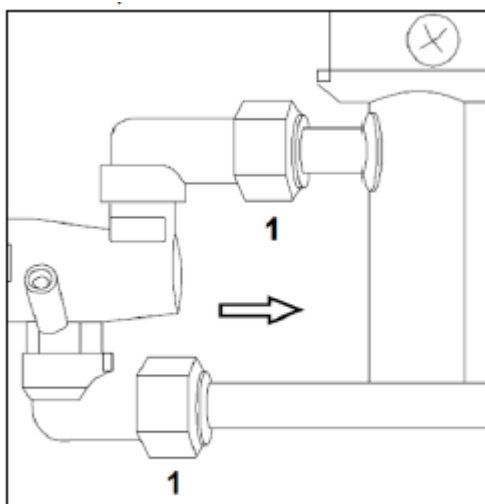

FIG.19
- Koppel de kraan los van de bijbehorende gasleidingaansluitingen (FIG.19-Ref.1).